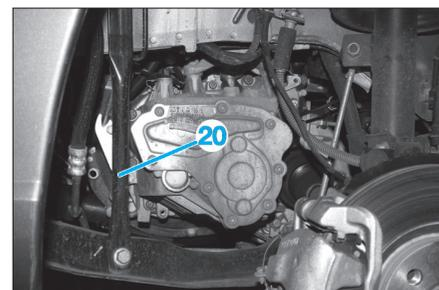

Fig. 71
- Dans le passage de roue gauche, déposer le tirant (20) (Fig.71).